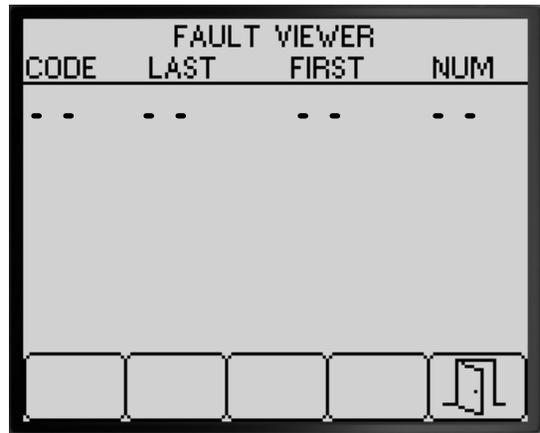

图 87
- 检查故障查看器是否有打药机系统生成的故障 图 87。
- 按 5 号按钮可退出 FAULT VIEWER 故障查看器屏幕然后返回至 DIAGNOSTIC 诊断屏幕 图 87。
4. 按 5 号按钮可退出 ABOUT 关于屏幕然后返回至 DIAGNOSTIC 诊断屏幕 图 87。